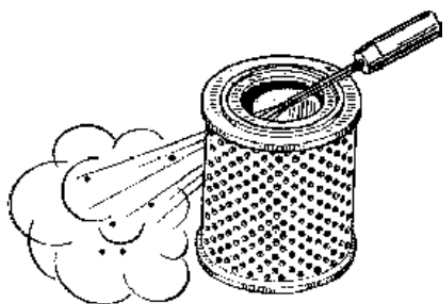

Fig. 7.3. Soplado del filtro
Sople inicialmente en el interior (Fig. 7.3) y luego en el exterior para eliminar completamente el polvo. Apunte un chorro de aire de modo que una boquilla se incline contra la superficie del papel con cada pliegue soplado individualmente.
- Abrir la tapa 8 (Fig. 7.3) de la caja de la batería y colocarla sobre el soporte 9;